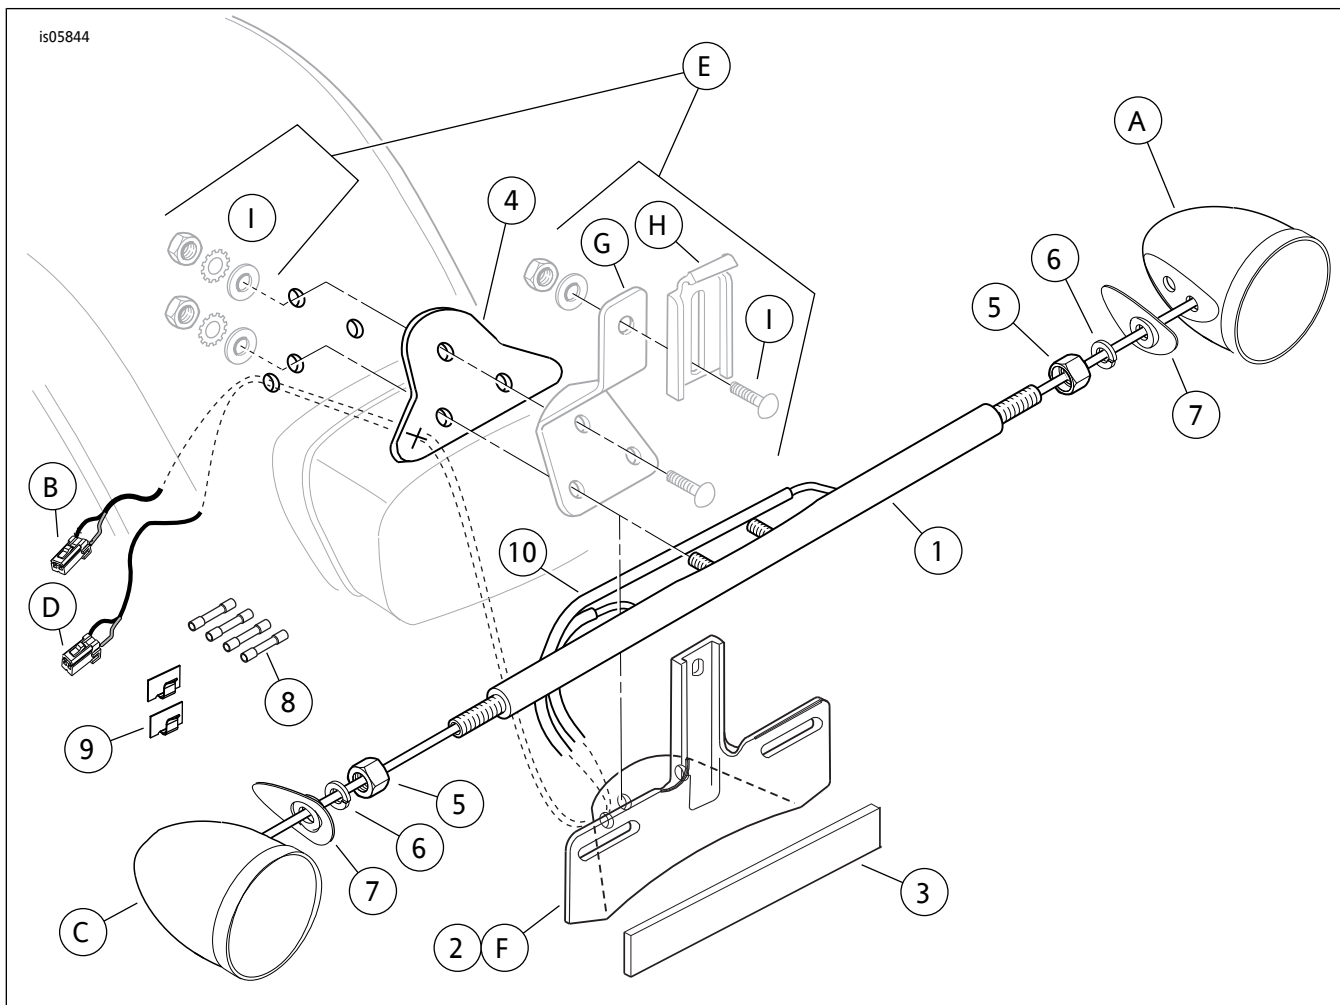

图7. 维修零件：后转向信号装置重装部署套件
- 参见图7。将上一步中的平垫圈之一放在新螺丝（单独购买）上。将螺丝穿过挡板和挡板支架上的安装孔。将原来的锁紧垫圈放在紧固件螺纹上，在螺纹上涂抹几滴Loctite 243-蓝色。使用新盖形螺母（单独购买）将挡板支架固定到后挡板。旋紧紧固件至16.3-24.4 N·m(12-18 ft-lbs)。对另一侧重复此操作。
从挡板拆下车牌支架组件。参见图7。保留用于安装此套件中的新支架（2）的五金件（E）。
- 参见图7。从套件中获取方向杆（1）和两个防松螺母（5）。将防松螺母完全旋入方向杆每端，使螺母的沉头孔端顶着杆。
3. 参见图7。从套件中获取新车牌支架（2）。将两个转向信号灯的导线穿过车牌支架上最左侧的孔、衬垫上的“X”形切口和挡板最右侧的孔。